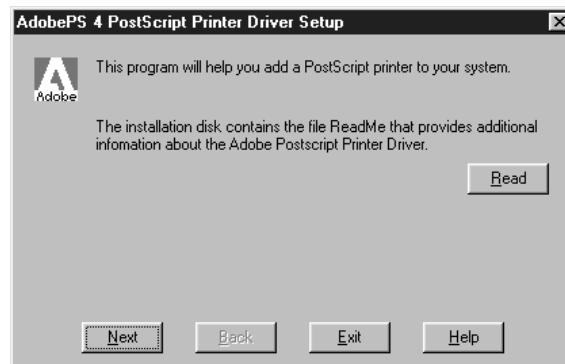

Fig. 4.9 Finestra AdobePS Printer Driver Setup
2. Leggere il contratto di licenza e fare clic su Accept (Yes per Windows NT 4.0). Appare la finestra ReadMe (fig. 4.9). Se si fa clic su Decline, l'installazione termina.
3. Fare clic su Read per visionare il file Readme. Quando si chiude il file Readme, per continuare l'installazione fare clic su Next nella finestra di setup (fig. 4.9).